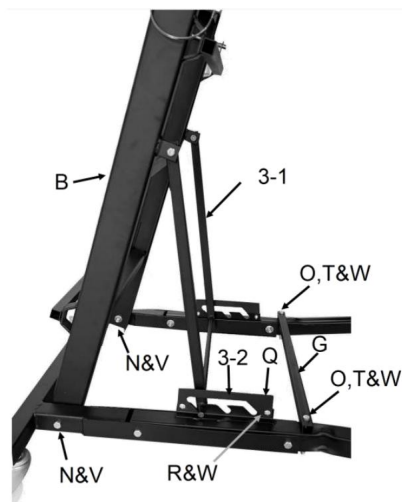

Fig. 3
3. Zamontuj zespół drabiny (B) poprzez: wkładając śrubę ramową (N) przez każdy stronę podstawy nakrętki zabezpieczającej (V). Huśtawka kątownik podporowy drabiny (rys. 3 3-1) do nacięcia do regulacji wysokości (3-2). Upewnij się, poprzeczka jest mocno osadzona.
4. Umieść podporę skrzyżowania nóg (G) po obu stronach nogi (E&F), wyrównując otwory na śruby. Włóż śrubę podporową (O) przez każdy koniec podpora krzyża nogi i noga. Przesuń podkładkę (T) na jedną śrubę i zabezpiecz nakrętką zabezpieczającą 2(W). Powtórz z drugim wspornikiem poprzecznym śruba.
5. Zamontuj płytkę regulacji wysokości (Q).